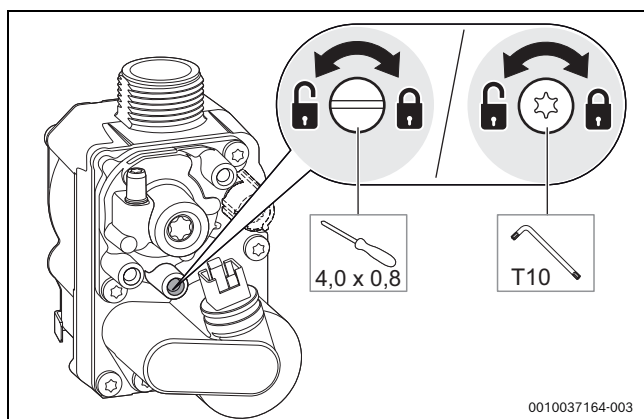

Bild 118 Gas-Anschlussdruck messen
- Schraube am Messstutzen für den Gas-Anschlussdruck 2 Umdrehungen lösen (→ Bild 118).